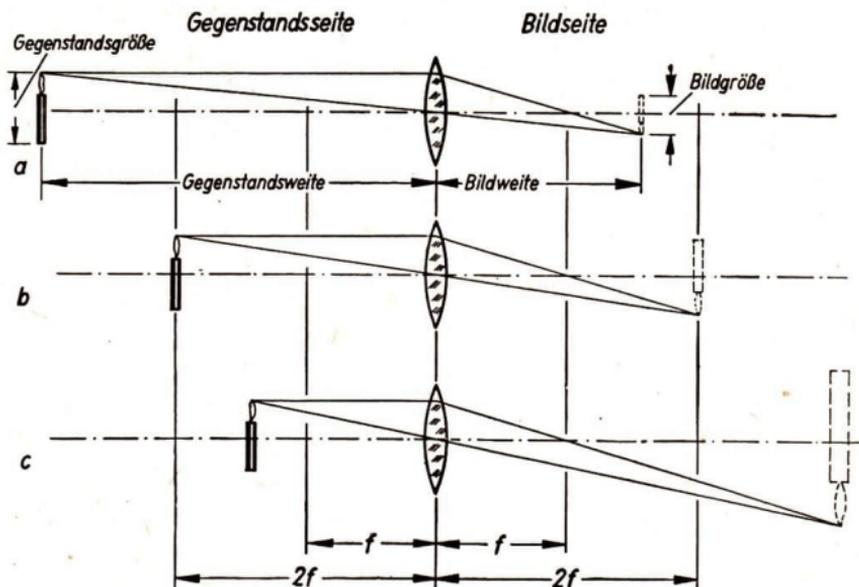

Abb. 174/1. Drei Fälle der reellen Abbildung
Drei Fälle der Bilderzeugung durch eine Sammellinse sind in der Abbildung 174/1 zusammengestellt. Den Abstand des Gegenstandes von der Linse nennt man die *Gegenstandsweite*, den Abstand des Bildes von der Linse die *Bildweite*.
1. Befindet sich der Gegenstand außerhalb der doppelten Brennweite, so entsteht ein *verkleinertes reelles Bild* zwischen der einfachen und der doppelten Brennweite (Abb. 174/1a).
2. Befindet sich der Gegenstand in der doppelten Brennweite, so entsteht ein *gleich großes reelles Bild* in der doppelten Brennweite (Abb. 174/1b).
3. Befindet sich der Gegenstand zwischen der doppelten und der einfachen Brennweite, so entsteht ein *vergrößertes reelles Bild* außerhalb der doppelten Brennweite (Abb. 174/1c).
4. Welcher der in Abbildung 174/1 zusammengestellten Fälle findet auf die fotografische Kamera und auf das Auge Anwendung?